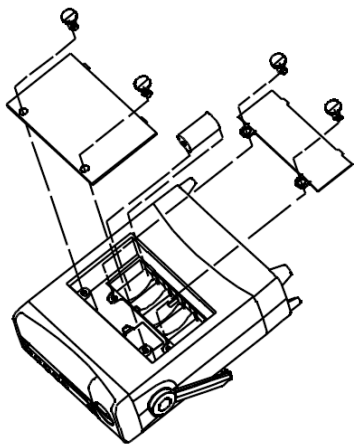

Рисунок 13
**С. Замена батарей питания** (рисунок 13)